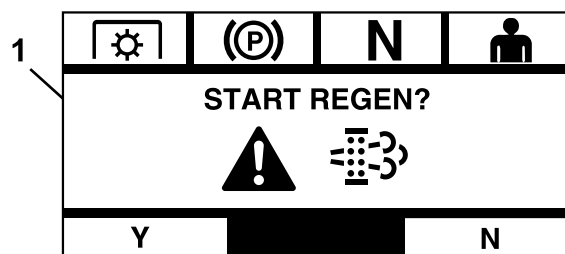

図 13
- Y (はい) を選択すると、モジュールは再生成プロセスを開始するように要求する (図 13)。